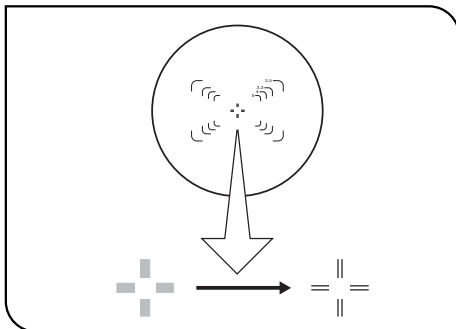

Abb. 13
1. Mit dem rechten Auge durch das rechte Okular blicken und den oberen Ring des Okulars drehen, bis das Doppelfadenkreuz im Sehfeld scharf zu erkennen ist. (Abb. 13)